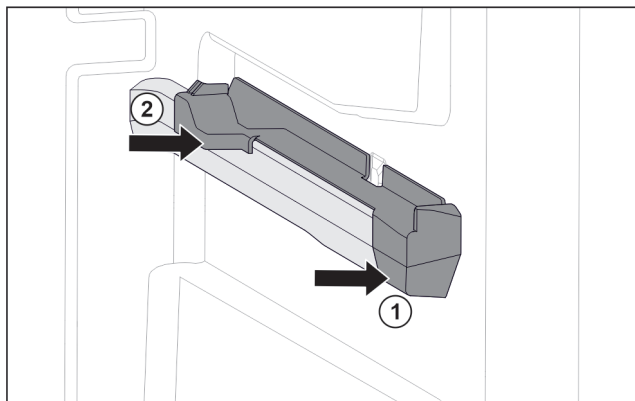

Fig. 83 Insteekelement op rechter containerrib
- Insteekelement voor tegen containerrib plaatsen. Fig. 83 (1)
- Insteekelement achter aandrukken. Fig. 83 (2)